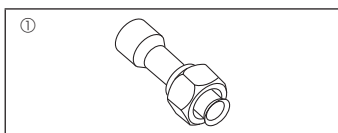

Fig. 1-1
1.6. Accesorios de la unidad exterior (Fig. 1-1) (SHW230)